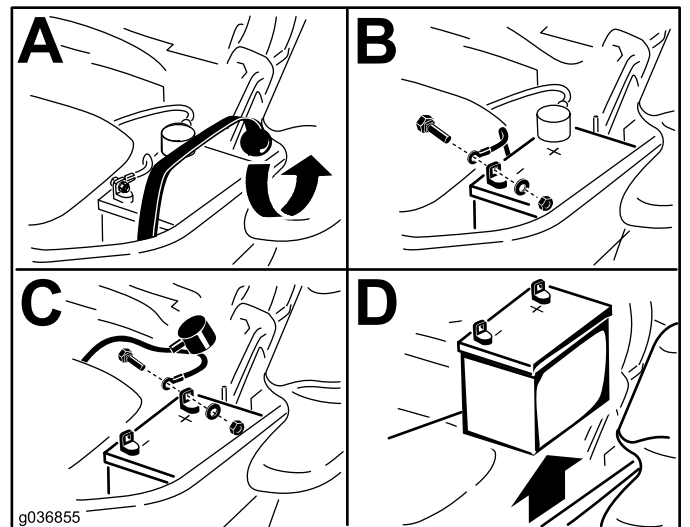

Figura 53
3. Retire la batería según se muestra en la Figura 53.
4. Fije los cables con 2 pernos, 2 arandelas, y 2 contratuercas (Figura 53).
6. Fije la batería con la correa de goma (Figura 53).
1. Coloque la batería en la bandeja, con los bornes frente al depósito de aceite hidráulico (Figura 53).